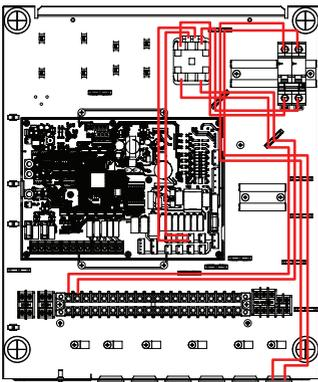

Fig. 2
Étape 3. Montez le kit ECS dans l'espace prévu à l'intérieur de l'unité Hydro (Fig. 2)
Étape 5. Connectez le commutateur magnétique à TB1. (Fig. 2/3)
Étape 6. Connectez le disjoncteur à TB5. (Fig. 2/3)